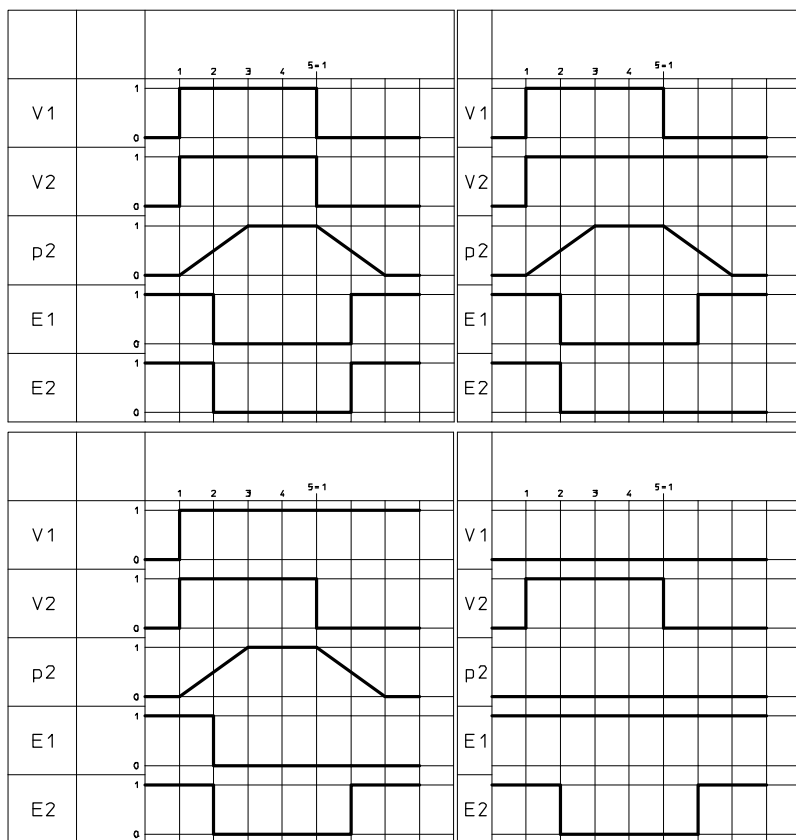
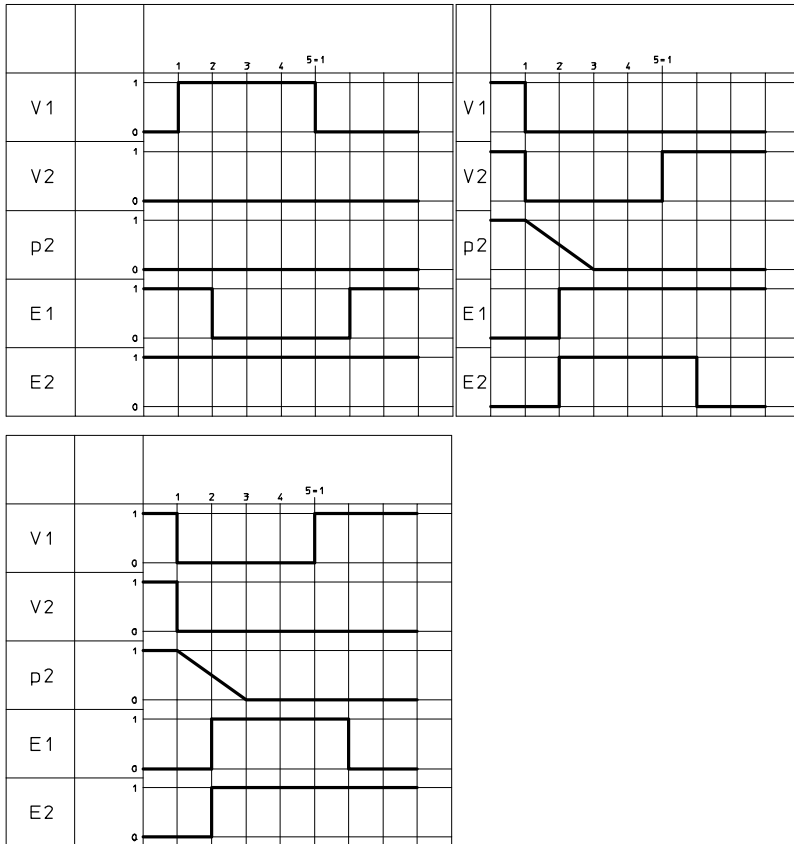

Fig. 8 Teste funcional, passos 1 a 4
Fig. 9 Teste funcional, passos 5 a 7
3. Para verificar todas as combinações de posições de comutação de ambas as válvulas de acionamento elétrico de 5/2 vias V1 e V2 do bloco de comando: Avaliar os sinais dos sensores de proximidade E1 e E2 (aqui: sensores de proximidade PNP) com a ajuda das seguintes sequências de passos (→ Fig. 8 ... Fig. 9).